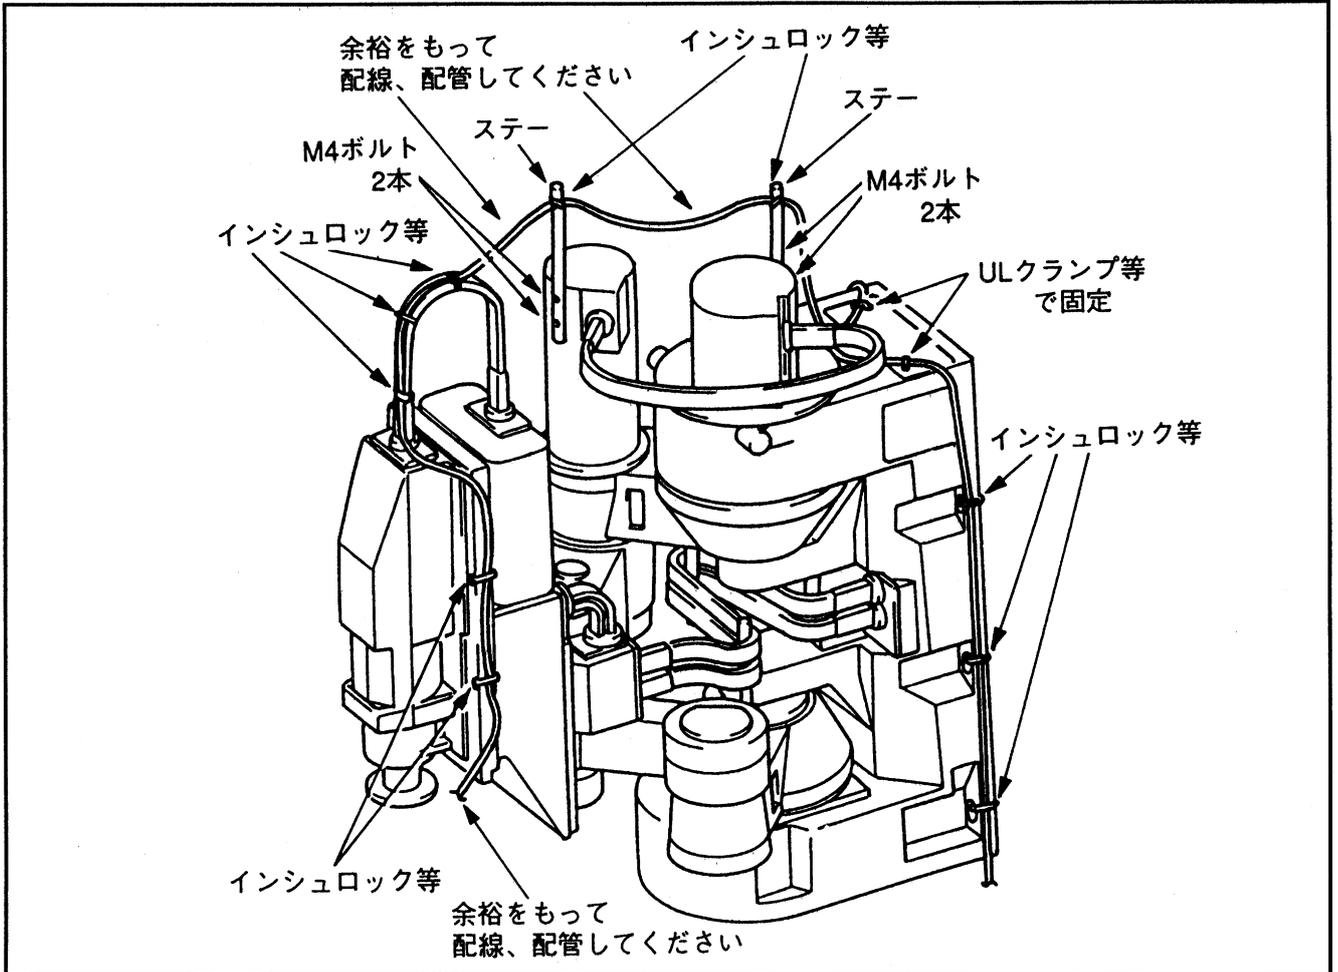

図5-67 配線・配管方法
- ②図5-67に示すように1・2軸モータカバーの既設穴にステーを取り付けてください。ボルトはM4×18を使用してください。
- ③図5-67に示すように配線・配管をしてください。ただし第4軸の可動範囲は540°ありますので余裕をもって配線・配管をしてください。